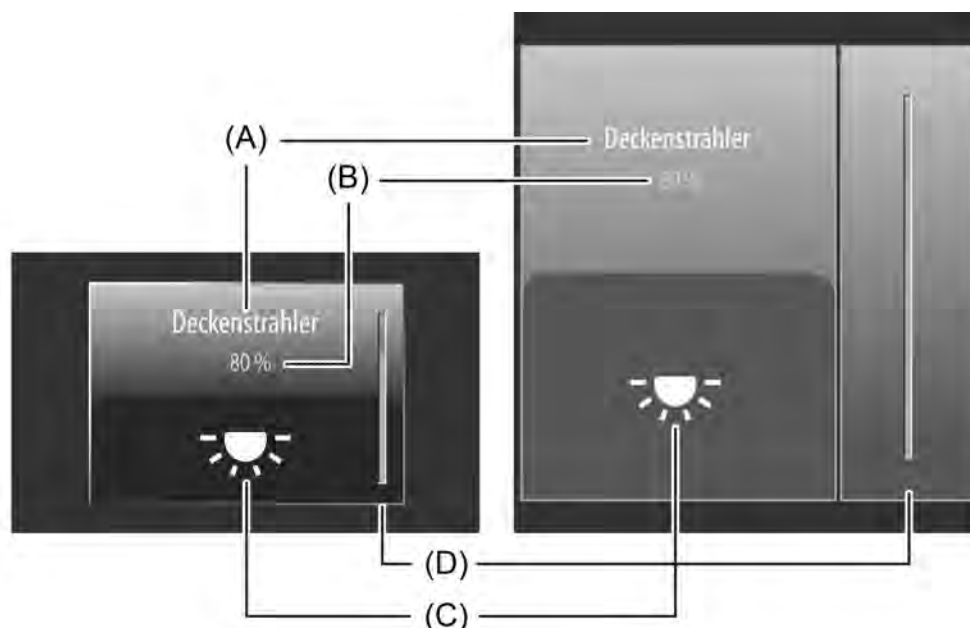

Bild 40: Beispiel für Bedien- und Anzeigeelement der Kanalfunktion "Wertgeber 1 Byte"
Der Anzeigebereich enthält verschiedene Darstellungselemente (Bild 40), die durch ETS-Parameter beeinflusst werden. Jedem KNX Kanal kann in der ETS eine Bezeichnung vergeben werden (A). Diese Text-Bezeichnung wird im Anzeigeelement zentriert zur Anzeige gebracht, wodurch steuerbare KNX Funktionen für den Anwender kenntlich gemacht werden (z. B. "Deckenstrahler"). Zusätzlich kann unterhalb der Bezeichnung ein Statuswert (B) eingeblendet werden, der abhängig vom Objektwert der Wert-Rückmeldung eines Aktors Werte im Klartext anzeigt ("0...255" / "0...100 %"). Das Datenformat dieser Statuswert-Anzeige wird bestimmt durch den ETS-Parameter "Funktionsweise". In der Funktion als "Wertgeber 0%...100%" wird der angezeigte Wert automatisch um die Einheit "%" ergänzt. Solange nach einem Geräteset noch kein Rückmeldungs-Objektwert empfangen wurde, zeigt der Statuswert "---" oder "---%" an.